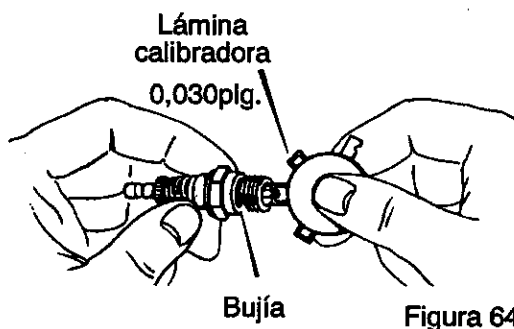

Figura 64
2. Revise el **entrehierro de la bujía** usando una **lámina calibradora** y restablezca el entrehierro a 0,030 plg. si fuera necesario. Figura 64.